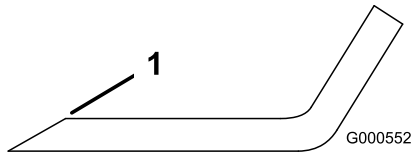

Figura 90
1. Utilice una lima para afilar el filo de corte en ambos extremos de la cuchilla (Figura 90).
Nota: Si la cuchilla no está equilibrada, rebaje algo el metal en la parte de la vela solamente (Figura 90).